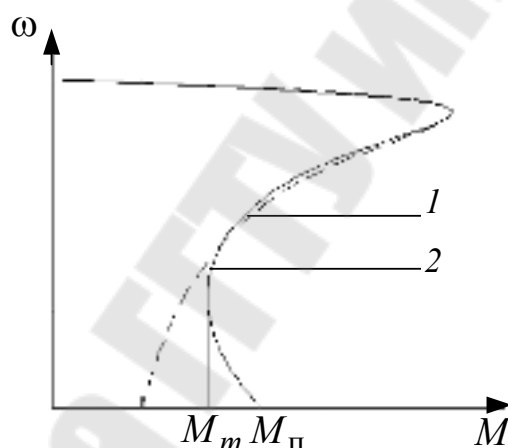

Рис. 1.1. Коррекция вида механической характеристики:
2. Расчет механической характеристики производится по полной формуле Клосса (с учетом сопротивления обмотки статора). Она хорошо аппроксимирует устойчивый участок характеристики ($|S| \leq S_k$). Уточнение вида для АД КЗ $S \geq S_k$ производят графически по значениям пускового и минимального моментов. Пример показан на рис. 1.1.